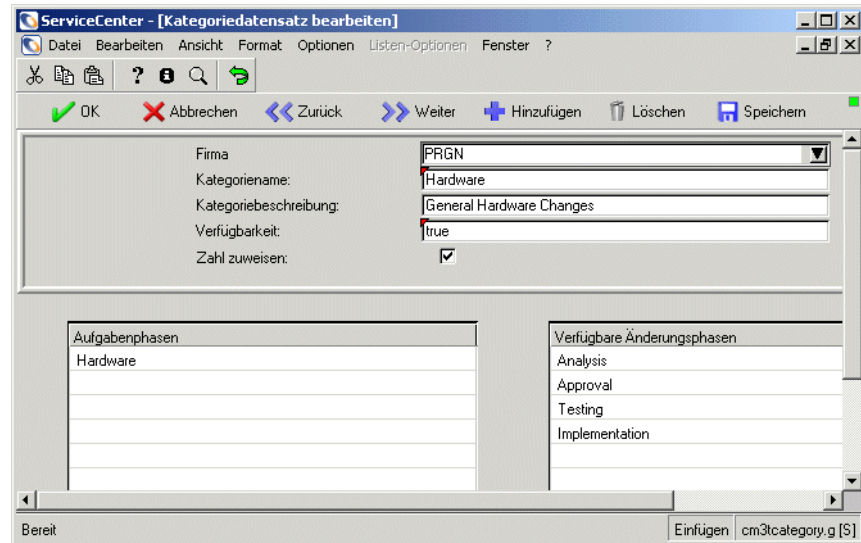

Abbildung 10-19: Aufgabenkategorie-Datensatz
- 5 Doppelklicken Sie auf eine Kategorie in der Liste, um sie auszuwählen. Abbildung 10-19 zeigt einen Datensatz einer Aufgabenkategorie.